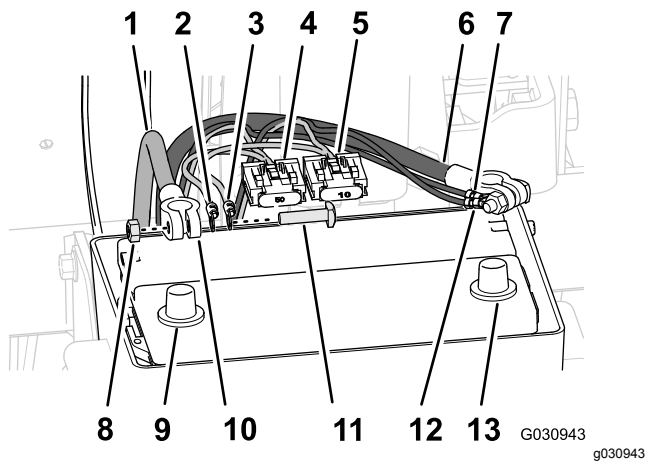

Figure 170
1. Acheminez la borne positive (câble rouge), la borne négative (câble noir) et le porte-fusible de 50 A du faisceau de câblage arrière vers le haut, entre le boîtier de la batterie et le châssis de la machine (Figure 170).
3. Retirez les boulons en T et les écrous hexagonaux qui fixent les câbles de batterie positif et négatif (Figure 170).
4. Insérez un boulon en T dans la borne positive (câble rouge) du faisceau de câblage arrière, la borne positive du faisceau électrique de navigation et la borne du câble de batterie positif (Figure 170).
5. Fixez légèrement les bornes et le boulon en T avec un écrou hexagonal (Figure 170).
6. Insérez un boulon en T dans la borne négative (câble noir) du faisceau de câblage arrière, la borne négative du faisceau électrique de navigation et la borne du câble de batterie négatif (Figure 170).
7. Fixez légèrement les bornes et le boulon en T avec un écrou hexagonal (Figure 170).